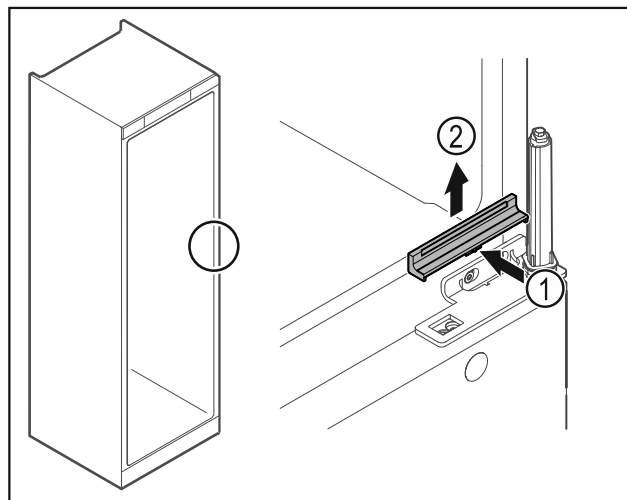

Fig. 25
- ▶ Trykk dekselet Fig. 25 (1) litt inn på midten, og trekk det opp og av Fig. 25 (2).